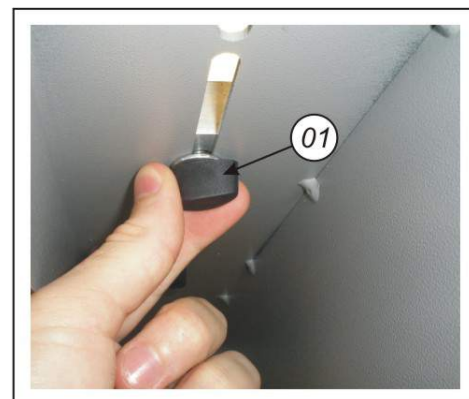

Fig. 17
- ✓ Afrouxe os manípulos 01 fig. 17 que estão na parte de baixo da máquina, para regular a distância de uma régua para outra, fazendo com que o objeto fique apoiado sobre as réguas.
- ✓ Aperte os manípulos 01 fig. 17.